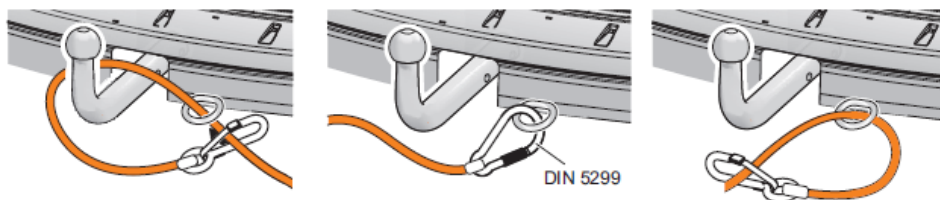

Figure 22 - Cable de retenue
3. Attachez le câble de détachement à un point de résistance adéquat sur le véhicule (Figure 22).